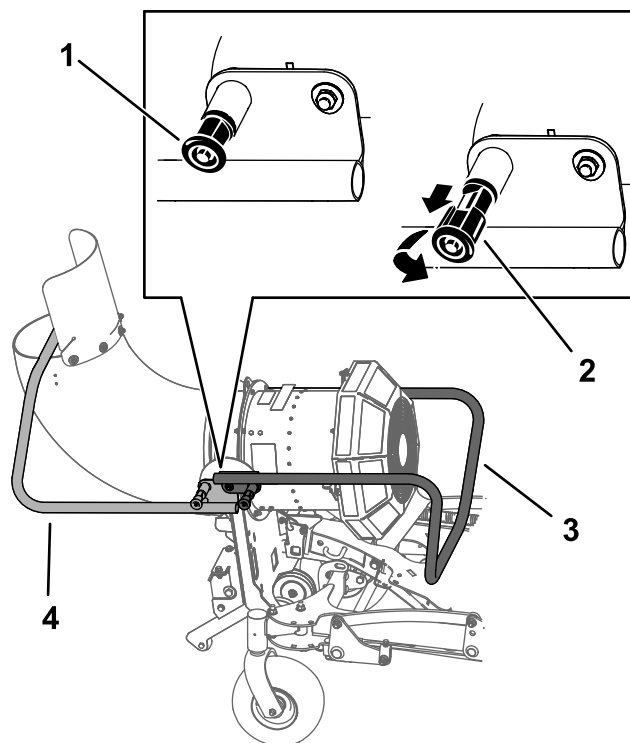

Figura 17
4. Tire de los pasadores de bloqueo del caballete en ambos lados de la máquina, gírelos 90 grados para desbloquearlos y luego gire el caballete para alejarlo de la máquina (Figura 17).